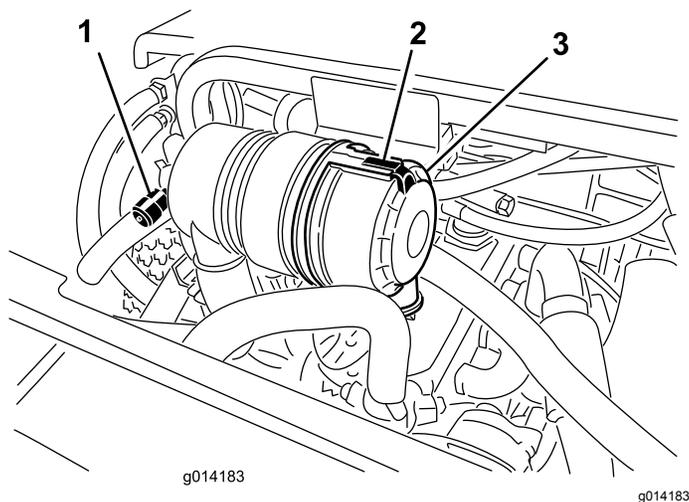

Рисунок 32
Обслуживание фильтра воздухоочистителя следует производить только после покраснения индикатора необходимости технического обслуживания (Рисунок 32). Замена воздушного фильтра без необходимости только повышает вероятность попадания грязи в двигатель при извлечении фильтра.
1. Откройте защелки, фиксирующие крышку воздухоочистителя на его корпусе (Рисунок 32).